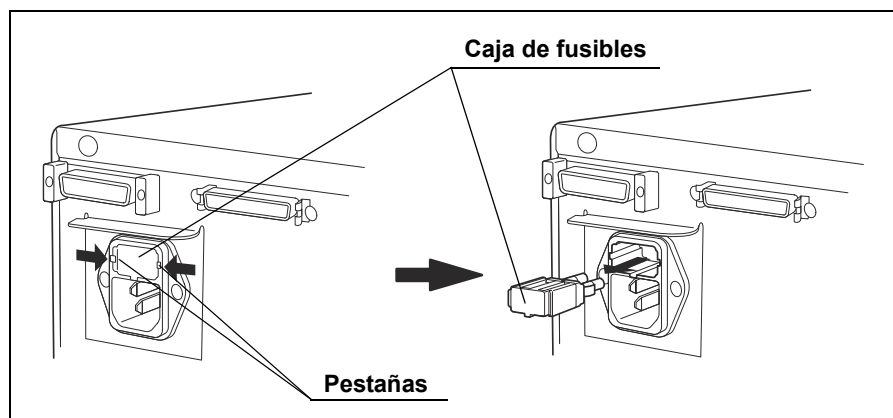

Figura 5.10
2. Saque completamente la caja de fusibles, presionando las pestañas de ambos lados de la caja; para ello, use unas tenazas (véase la figura 5.10).